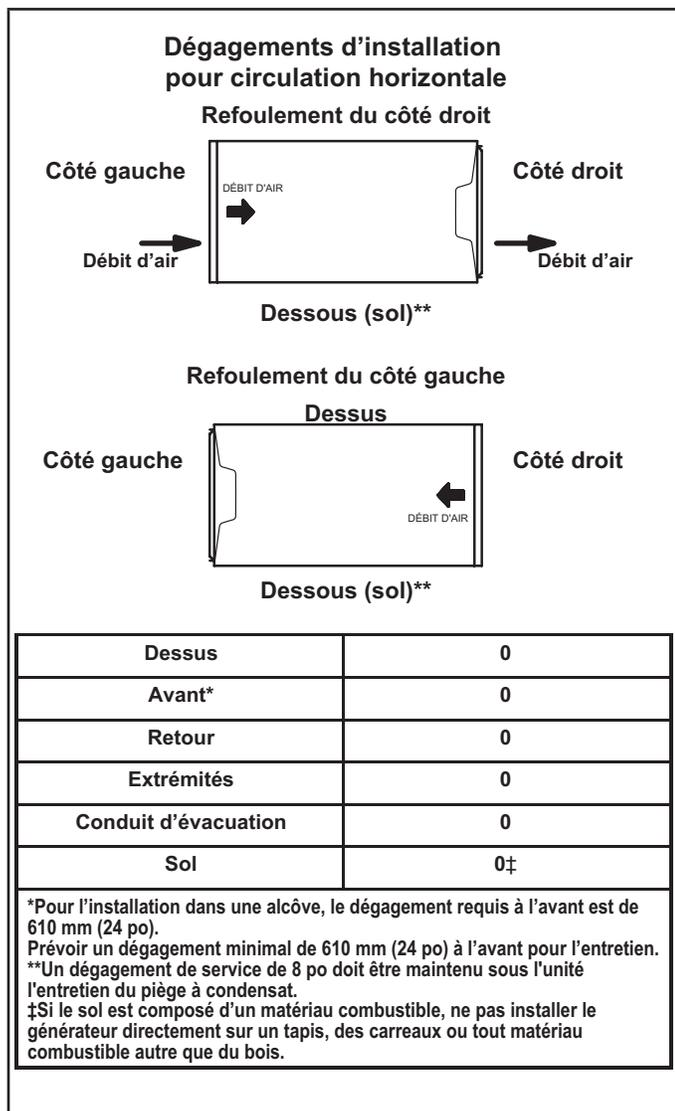

Figure 17
Voir la Figure 17 pour les dégagements prescrits pour les configurations horizontales.
- 1 - Sélectionner l'emplacement de l'unité en tenant compte des dégagements d'entretien et des autres dégagements nécessaires. Voir la Figure 17.